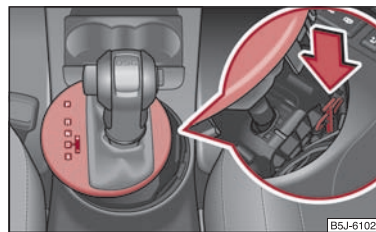

Abb. 99 Wählhebel-Notentriegelung ►
- Drücken Sie das gelbe Kunststoffteil mit dem Finger nach unten ⇒ Seite 102, Abb. 99.